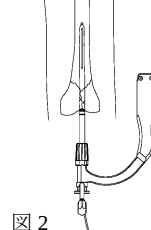

図 2
- ターゲットデバイスにネイルを接続し, ガイドワイヤーに沿ってネイル髄腔へ挿入します。 (図 2)